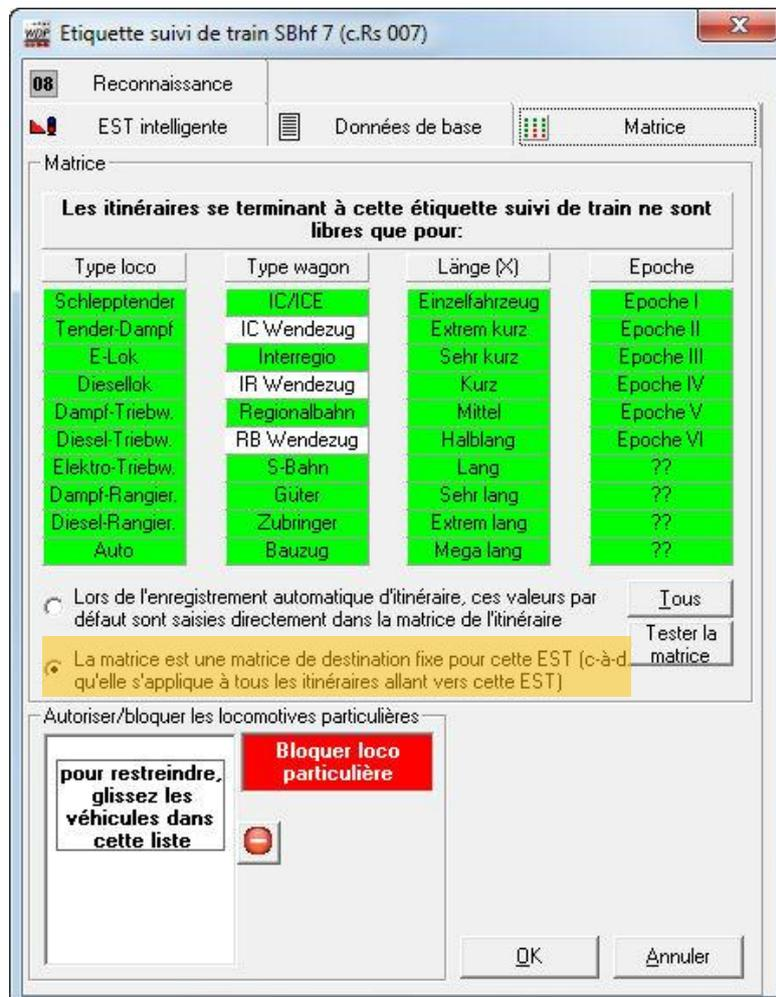

Fig. 8.1
1. Seules les ESTi peuvent être utilisées. Toutes les longueurs des contacts RS doivent être saisies, et l'option matrice destination fixe doit être sélectionnée (Fig. 8.1 / option surlignée en jaune). Les blocages ou les autorisations de locomotives particulières doivent aussi être saisis dans les ESTi. Si la voie dans le RTF-CGC est utilisée dans les deux directions, alors les ESTi doivent également être configurées pour les deux directions. Les ESTi dans les voies en cul-de-sac doivent être configurées pour une seule direction.
Dans cet exemple de projet, les trains réversibles sont contrôlés à l'aide de la matrice, de sorte que seuls pénètrent sur les voies en cul-de-sac les trains qui peuvent repartir en marche arrière. De ce fait, certaines lignes de la matrice doivent être dupliquées. Par exemple, 'Interregio' et 'IR Wenzug (interrégion réversible)' (Fig. 8.1). Si vous n'avez besoin de cette duplication que pour le RTF-CGC, vous pouvez résoudre le blocage de l'entrée d'une autre manière, et ainsi laisser les lignes de la matrice disponibles pour d'autres types de trains. Il suffit pour cela d'activer, pour le train concerné, l'option 'Le train ne peut pas faire demi-tour automatiquement' dans la composition des trains. Dans ce cas, un tel train ne pénétrera dans aucune des voies en cul-de-sac.